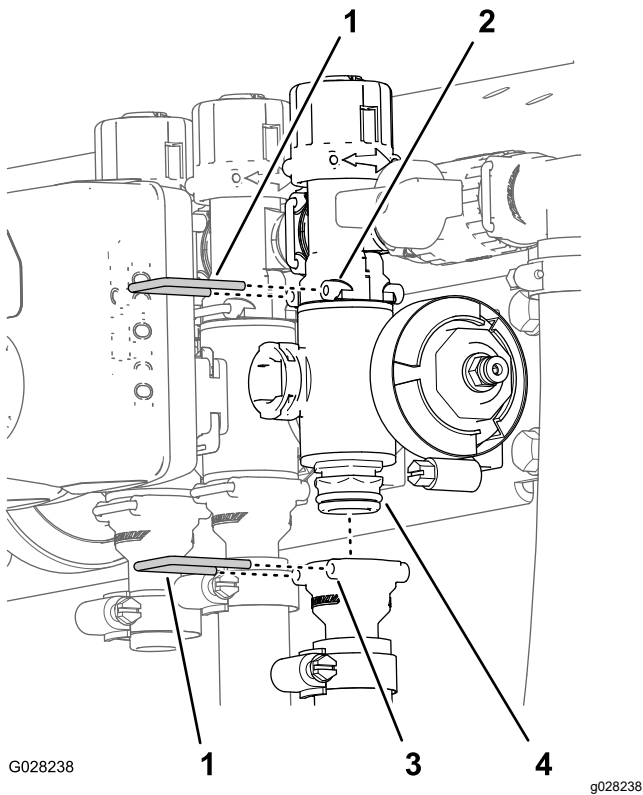

Bild 120
- Entfernen Sie die Halter, mit denen das Auslaufanschlussstück am Abschnittsventilverteiler und dem Ventilverteiler am Sicherheitsventil-Anschlussstück befestigt ist (**Bild 120**).